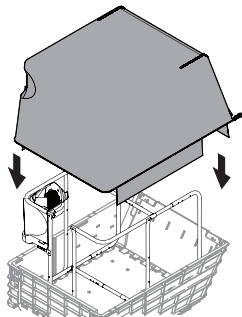

Figura 13
5. Coloque la cubierta de malla (764-05215) sobre el montaje de la estructura, alineando la ventilación de la bolsa y la abertura de la cubierta de malla. Consulte la Figura 13.